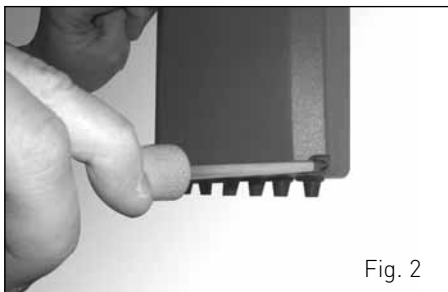

Fig. 2
- tire a tampa da central desparafusando os quatro parafusos dianteiros (fig.2)